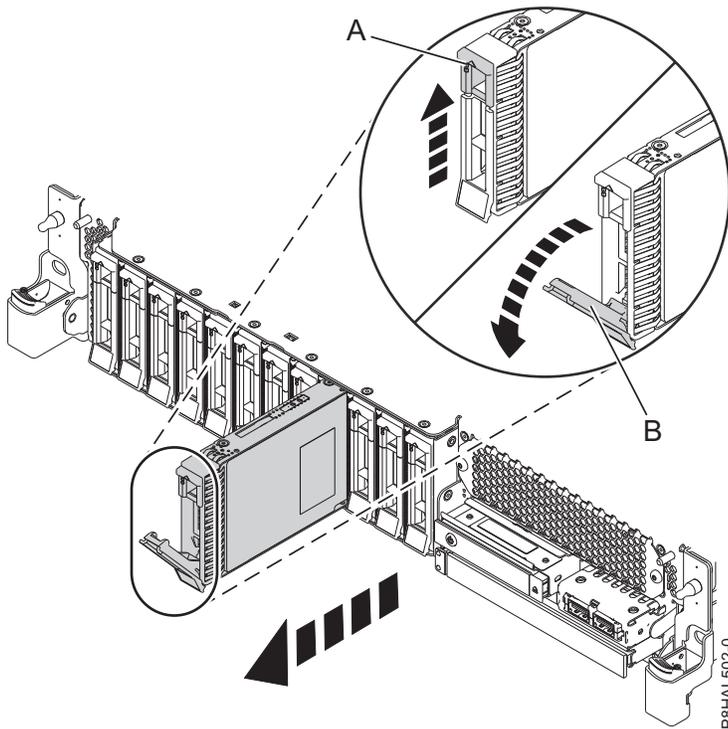
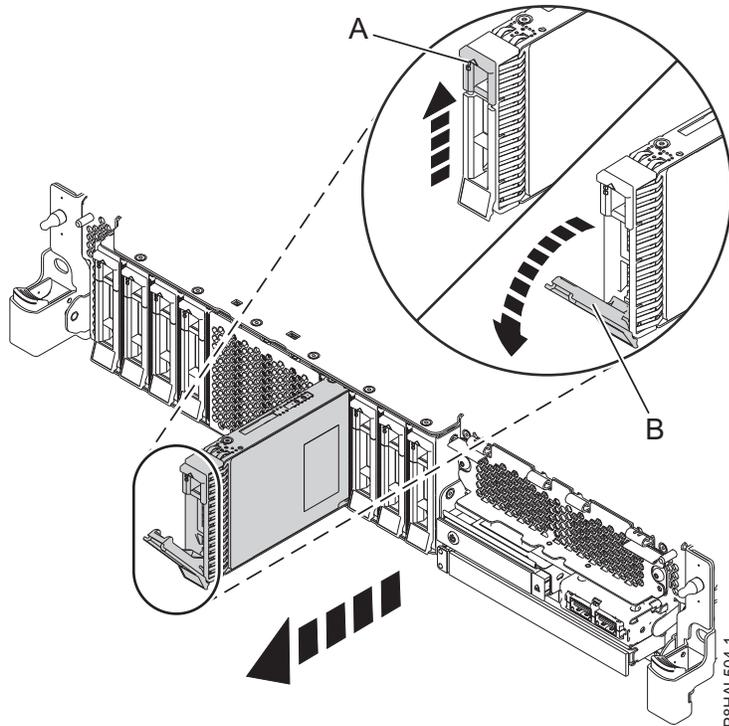

Abbildung 50. Plattenlaufwerk in einem System mit Basisfunktionen ausbauen
Abbildung 51. Plattenlaufwerk in einem System mit erweiterten Funktionen ausbauen
3. Wenn die Kennzeichnungs-LED leuchtet, ohne zu blinken, entriegeln Sie den Griff (**B**) des Laufwerks, indem Sie die Verriegelung (**A**) zusammendrücken und zu sich hin nach außen ziehen. Siehe Abb. 50 und Abb. 51 auf Seite 57. Wird der Griff nicht ganz nach außen gezogen, lässt sich das Solid-State-Laufwerk nicht aus dem System schieben.